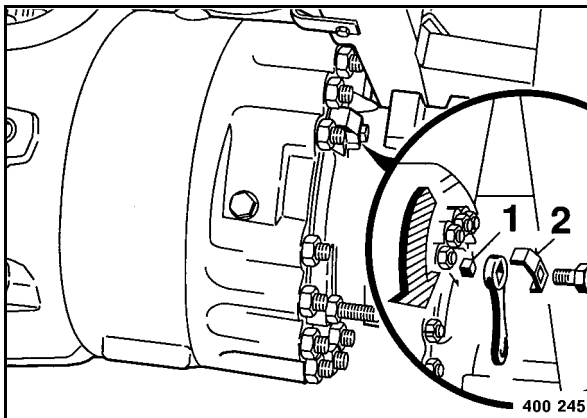

Fig. 162
- Desenroscar la chapa de seguridad 2 (Fig. 162).
- Girar el cuadrado (1) hasta el tope en el sentido de las agujas del reloj.